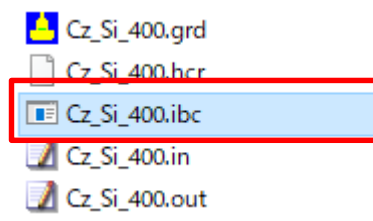

図 6. ワーキングフォルダー内の ibc ファイル
- ibc ファイルからのソルバー設定画面の起動 (図 6)